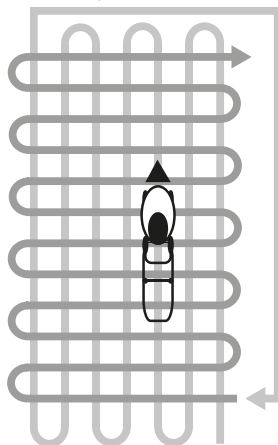

Рис. 17. Схема кошения высокой и/или загущенной травы
6. При кошении в тяжелых условиях (п. 3,4) рекомендуется двигаться медленнее или проводить повторный покос с меньшей высотой кошения. На Рис. 17 представлена схема движения газонокосилки при кошении высокой и/или загущенной травы.